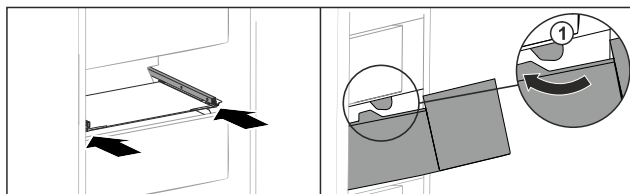

Fig. 154
- ▶ Veďte zásuvku podél zářezek Fig. 154 (1).